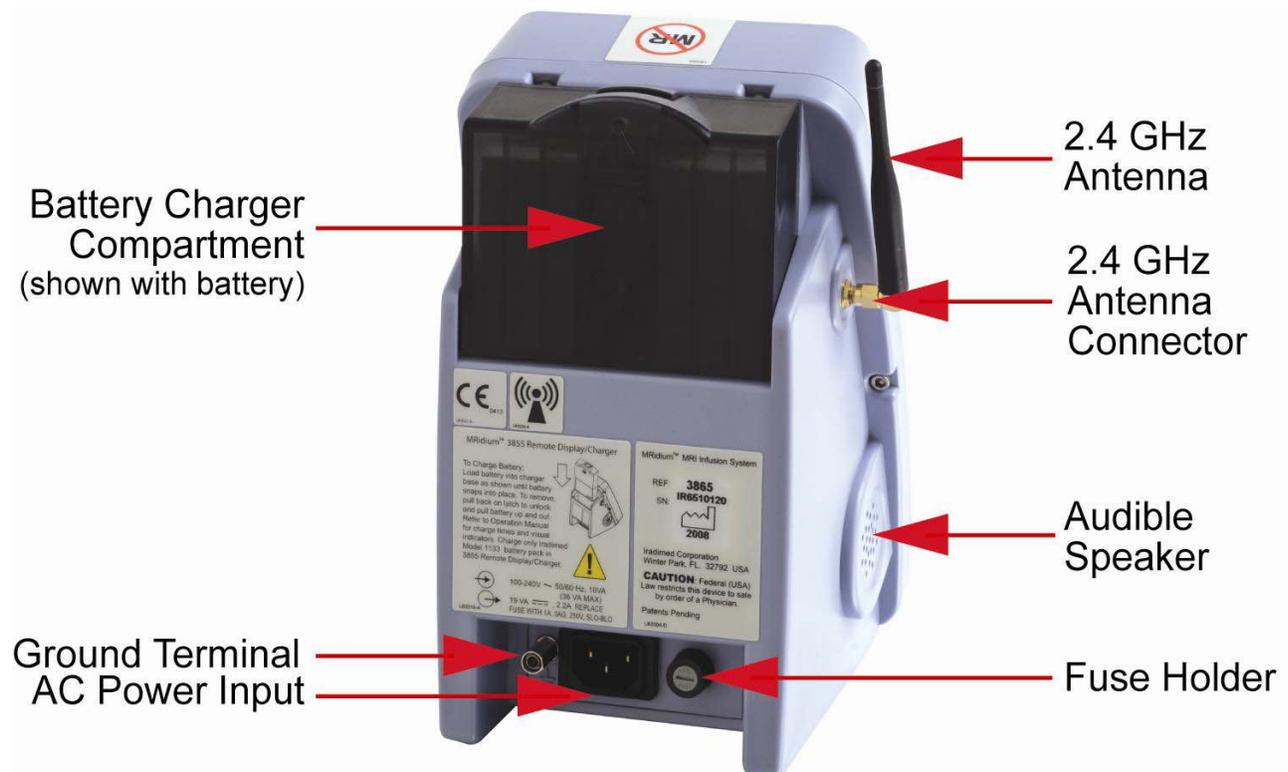

Figura 1-6. Parte posteriore del Caricatore/Display remoto 3865
1.1.6 Parte posteriore del Caricatore/Display remoto. Vedere la Figura 1-6 per la posizione dei componenti principali presenti nella parte posteriore del Caricatore/Display remoto 3865.